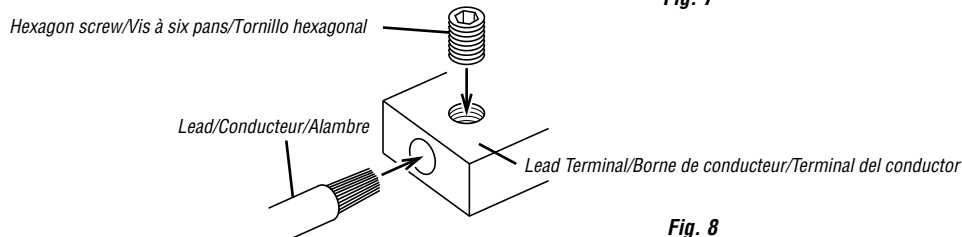

Fig. 8
3. Turn the screw attached to the terminal. Insert the exposed wire end into the lead terminal. Tighten the hexagon screw with the hex wrench (included), to fix the lead. (Fig. 8)
3. Tourner la vis fixée à la borne. Insérer le bout du conducteur exposé dans la borne de conducteur. Serrer la vis à six pans à l'aide d'une clé hexagonale (fournie), pour fixer le conducteur. (Fig. 8)
3. Girar el tornillo fijado al terminal. Inserte el extremo desnudo del alambre en el terminal del conductor. Apriete el tornillo hexagonal con una llave hexagonal (incluida) para fijar el alambre. (Fig. 8)